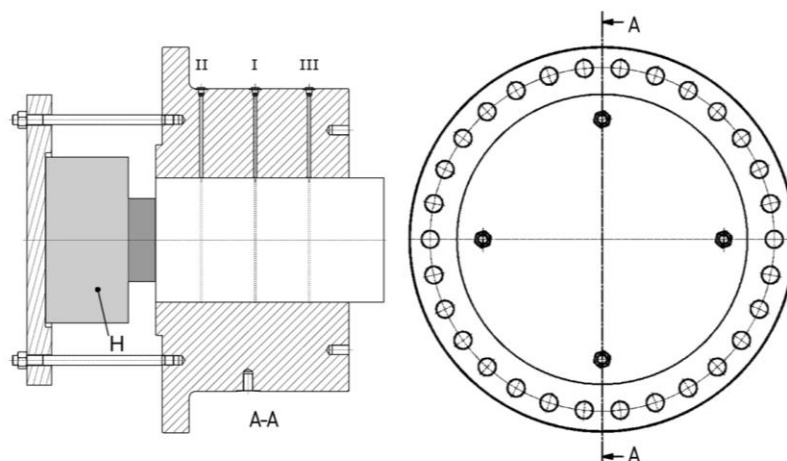

Fig. 68: Strumenti di smontaggio
6. Assemblare gli strumenti di smontaggio e il cilindro idraulico "H" conf a Fig. 68.
Sfiatare la prima pompa dell'olio con cavo di allacciamento e allacciarla al canale dell'olio (Fig. 68/I) intermedio.
11. Sfiatare la seconda pompa dell'olio con cavo di allacciamento e allacciarla al prossimo canale dell'olio (Fig. 68/II).
12. Sfiatare la terza pompa dell'olio con cavo di allacciamento e allacciarla al prossimo canale dell'olio (Fig. 68/III).